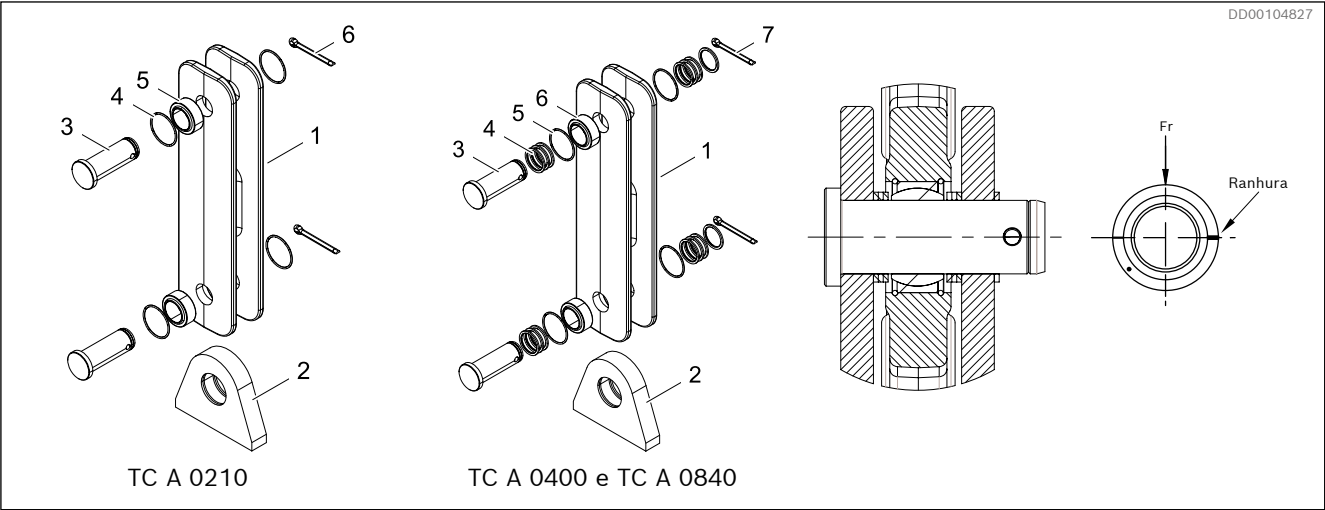
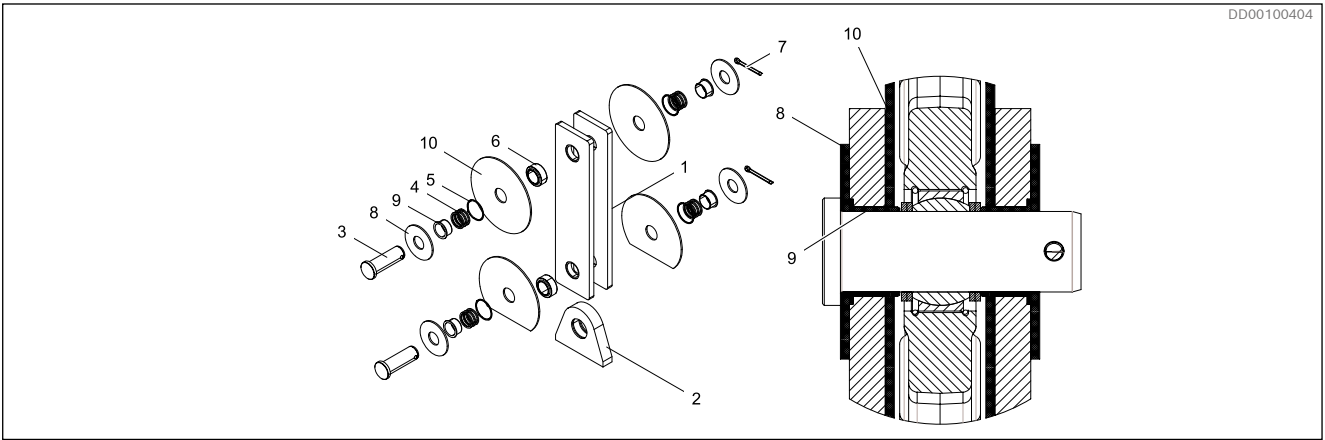

Fig. 22: Conexão articulada padrão para TC A
Fig. 23: Conexão articulada elétrica isolada TC A 0400 e TC A 0840
- ▶ A conexão articulada e o mancal liso esférico (1) devem ser desmontados durante a soldagem. Consulte a Fig. 22.
- ▶ Aço: EN 10025-3 – S355N (1.0545), deverá ser protegido contra corrosão após a soldagem (2).
1. O rolamento (5)/(6) deve ser montado por meio de uma bucha de fixação ou tubo aplicado no anel externo do rolamento.
2. O rolamento deve ser montado com a ranhura no anel externo perpendicular à direção da carga. Consulte a Fig. 22 (também válido para a Fig. 23).
3. Trave os rolamentos com os anéis de trava (4)/(5).
4. Monte o restante dos componentes conforme a Fig. 22 e Fig. 23.